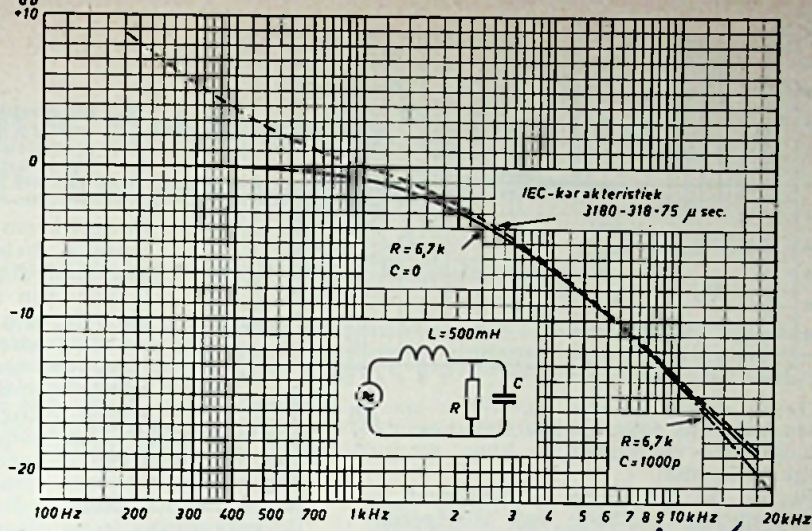

Fig. 42
zodat voor $L = 500 \text{ mH}$, we een R vinden van 6700Ω . Met deze weerstand verloopt de frequentie karakteristiek van onze (ideale) groeftaster zoals in fig. 42 is getekend. Ter vergelijking is een gedeelte van de IEC-kromme getekend (gebroken lijn) en we zien dat de karakteristiek boven 1000 Hz identiek verloopt; we hoeven in de versterker nog slechts het gebied beneden 1000 Hz te corrigeren. Zijn geen tijdconstanten bekend, maar wél een niveaurelatie tussen bv. 1000 Hz en 10.000 Hz, dan kan de corrigerende R berekend worden uit
E.e.a. in vgl. 48 ingevoerd geeft ons $R = 6600 \Omega$. Dat we hier een iets kleinere waarde berekenen is toe te schrijven aan het feit dat we e.e.a. hebben berekend t.o.v. 1000 Hz, terwijl in fig. 42 is te zien dat het niveau op deze frequentie nog iets beneden het nul-niveau ligt.
Passen we echter de in paragraaf A aangegeven methode van corrigeren toe (met een kleine R), dan speelt de ingangscapaciteit een geringe rol. Als voorbeeld is in fig. 42 de afwijking geschetst indien naast de belastingsweerstand van 6700 Ω óók nog een parallelcapaciteit van maar liefst 1000 pF aanwezig zou zijn. De afwijking bedraagt bij 18000 Hz nog slechts 1 db, hetgeen verwaarloosbaar is.